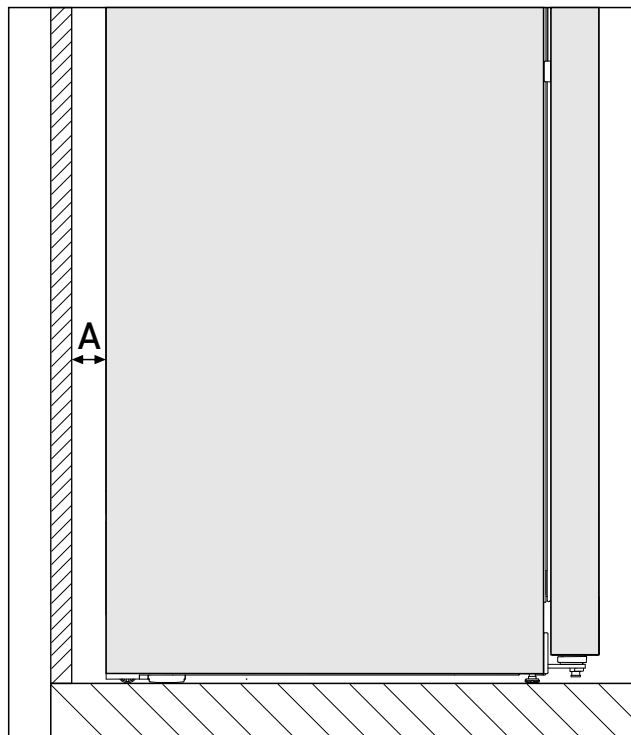

Fig. 2 \*
Потребление электроэнергии определено при расстоянии Fig. 2 (A) между задней стенкой устройства и стеной помещения. Расстояние до стены помещения менее Fig. 2 (A) не влияет на функциональность устройства, но незначительно увеличивает потребление электроэнергии устройства.